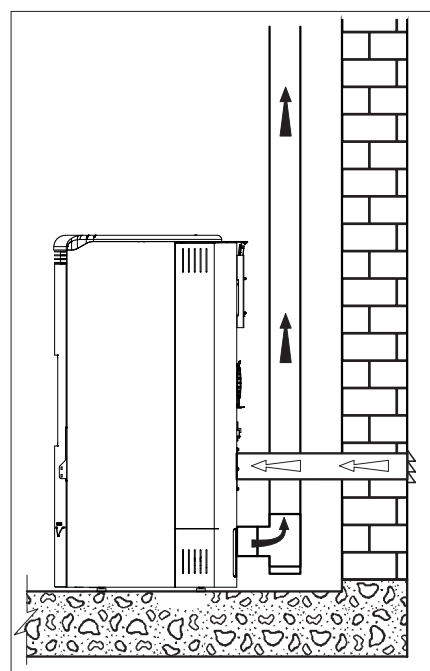

Fig. 5.4d
- Conectar la entrada del aire comburente de la estufa a la toma de aire con un conducto adecuado (Fig. 5.4d).